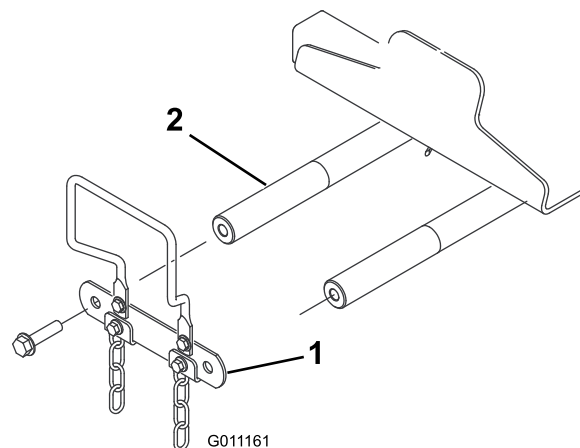

図 10
4. 機体前部でピボットシャフトリンクを昇降アームのピボットシャフトに固定しているフランジキャップスクリュー 1/2 x 2" を外してリンクを取り外す図 10。